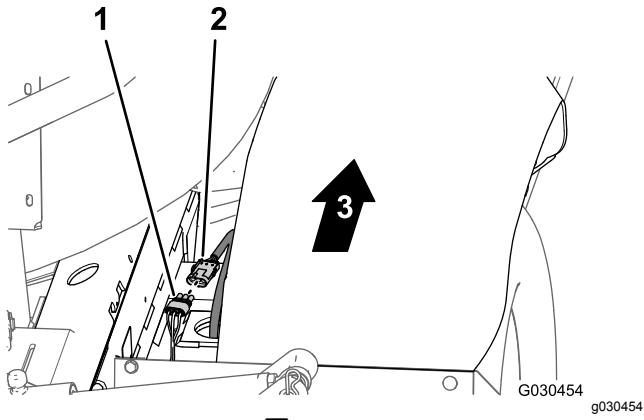

図 22
1. 機体後部右側フレームチューブと右側フェンダとの間で、後メインハーネスの3ソケットコネクタから、速度センサーハーネス右側油圧走行モータにあるの3ピンコネクタを外す図 22。